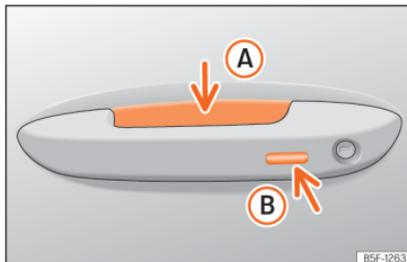

Abb. 89 Türgriff: Sensorflächen
»» Abb. 89
- Umfassen Sie einen der Griffe an den Vordertüren. Dabei wird die Sensorfläche »» Abb. 89 (A) (Pfeil) im Türgriff berührt und das Fahrzeug entriegelt sich.
- Berühren Sie *einmal* die Verriegelungssensorfläche »» Abb. 89 (B) (Pfeil) am Griff an einer der Vordertüren. Die Tür, an welcher der Griff betätigt wird, muss geschlossen sein.
- Berühren Sie *einmal* die Sensorfläche »» **Abb. 89 B** (Pfeil) am Griff an einer der Vordertüren. Das Fahrzeug ist mit der „Safe“ »» **Seite 113**-Sicherheitssystem verriegelt. Die Tür, an welcher der Griff betätigt wird, muss geschlossen sein.
- Berühren Sie *zweimal* die Sensorfläche »» **Abb. 89 B** (Pfeil) am Griff an einer der Vordertüren, um das Fahrzeug zu verriegeln, ohne das Sicherheitssystem „Safe“ zu aktivieren »» **Seite 113**.
- Berühren Sie die Schließaste  auf dem Funkschlüssel und berühren Sie einmal innerhalb von 5 Sekunden die Verriegelungssensorfläche am Fahrertürgriff »» **Abb. 89 B**. Greifen Sie nicht am Türgriff, da sich das Fahrzeug sonst nicht verriegelt. Die Deaktivierung kann auch erfolgen, wenn das Fahrzeug über Fahrertürschloss verriegelt wird.
Um mit der **Komfortfunktion** alle elektrischen Seitenfenster und das Glasdach zu schließen, legen Sie einige Sekunden einen Finger auf den Verriegelungssensorfläche »» **Abb. 89** (B) (Pfeil) am Türgriff, bis die Seitenfenster und das Dach geschlossen sind.
Die Sensoren der Türgriffe können durch einen Wasser- oder Hochdruckdampfstrahl aktiviert werden, sofern sich ein gültiger Schlüssel in der Nähe befindet. Ist mindestens eines der elektrisch betriebenen Seitenfenster geöffnet und wird die Sensorfläche »» **Abb. 89** (B) (Pfeil) an einem der Türgriffe permanent aktiviert, schließen sich alle Fenster.